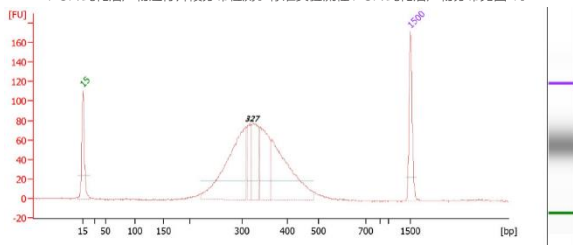

图 1 标准实验流程 PCR 纯化后产物 Agilent 2100 Bioanalyzer 检测结果
3.7.3 通过 Bioanalyzer、Tapestation (Agilent Technologies); LabChip® GX、GXII、GX Touch (PerkinElmer); Fragment Analyzer™ (Advanced Analytical) 等基于电泳分离原理的设备对 PCR 纯化后产物进行片段分布检测。标准实验流程 PCR 纯化后产物分布见图 1。